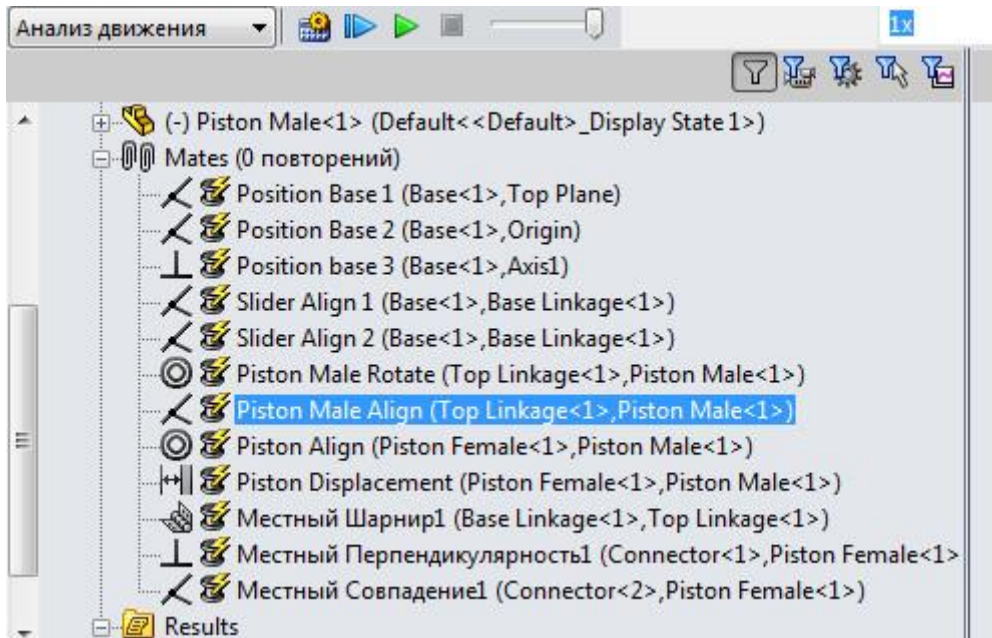

Рис. 26. Индикация використання податливих втулок.
2. Розгорніть `my_Piston Female` і виберіть **Точка1**. (рис. 26)
Значки змінених локальних спряжень обновляться для індикації заміни на автоматичні втулки (див. рис. 26).